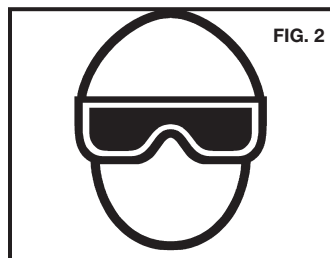

FIG. 2
2. **O operador e as demais pessoas na área de trabalho DEVEM usar óculos de segurança com protetores laterais.** Estes óculos de segurança devem estar em conformidade com os requisitos ANSI Z87.1 (os óculos aprovados têm "Z87" impresso ou estampado neles). Fig. 2.